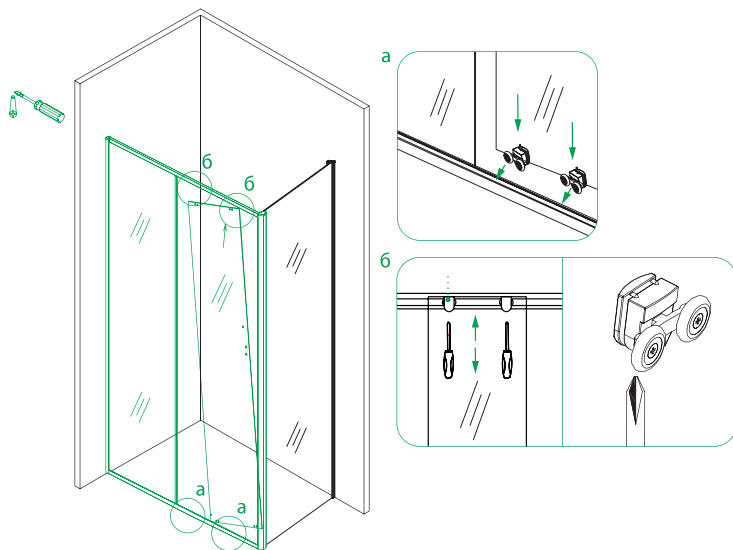

Рис. 11/11-сур.
7. Установите верхние и нижние ролики на закаленные стекла дверей. Далее установите двери на конструкцию с помощью кнопки на нижнем ролике, она опустит ролик вниз и даст возможность зайти в профиль, после чего, отпустите кнопку и дверь встанет на место (рис.11-а). Для плавного хода дверей отрегулируйте верхние ролики по высоте с помощью отвертки (рис.11-б).